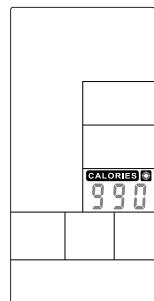

Figure 43
⑧Drücken Sie eine beliebige PROGRAMM-Taste und führen Sie das Programm entsprechend aus.
①Drücken Sie im Standby-Modus die Ziel-Kalorien-Taste und CALORIES leuchtet auf, zusammen mit einem langen Ton für 1s.
②KALORIEN-Wert blinkt, zum Einstellen AUF und AB drücken (Abbildung 43). Drücken Sie ENTER zum Bestätigen, während der Summer 1s lang piept und CALORIES leuchtet dauerhaft auf
⑧Press any PROGRAM key then perform the program accordingly.
①In Standby mode, press Target Calories key and CALORIES will light up, along with a long sound for 1s.
②CALORIES value is flashing, press UP and DOWN to adjust (Figure 43). Press ENTER to confirm meanwhile buzzer beeps 1s and CALORIES lasting lighting up